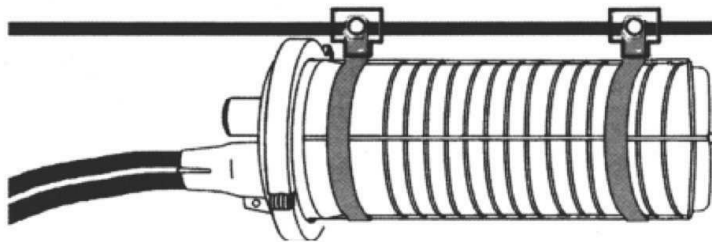

FIG.28
2. Instale o suporte no FOSC na posição indicada e prenda na cordoalha usando fixadores. **(FIG.28)** Acomode a sobra de cabo conforme critério da companhia.